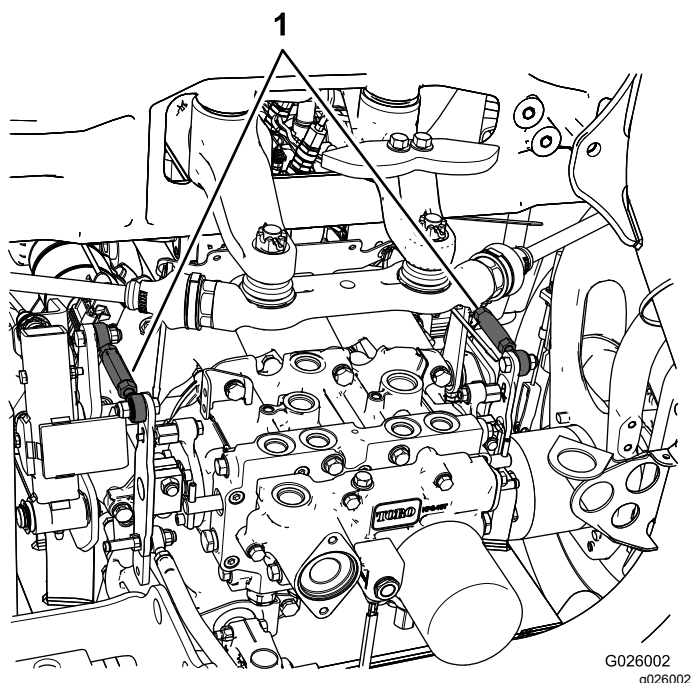

Figure 46
- Si la roue arrière gauche tourne, desserrez les écrous de blocage sur la tige de commande de transmission gauche (Figure 46).